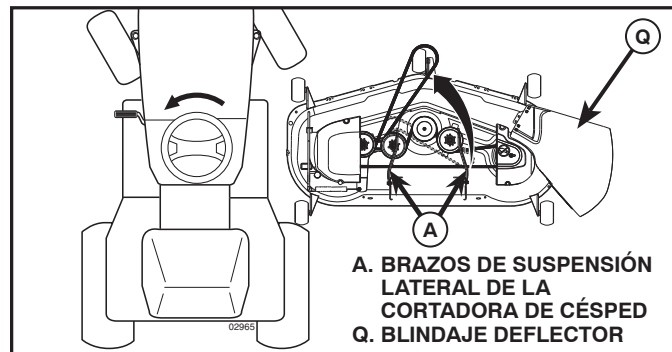

Fig. 7
4. DESLICE LA CORTADORA DE CÉSPED DEBAJO DEL TRACTOR (Vea Fig. 7)